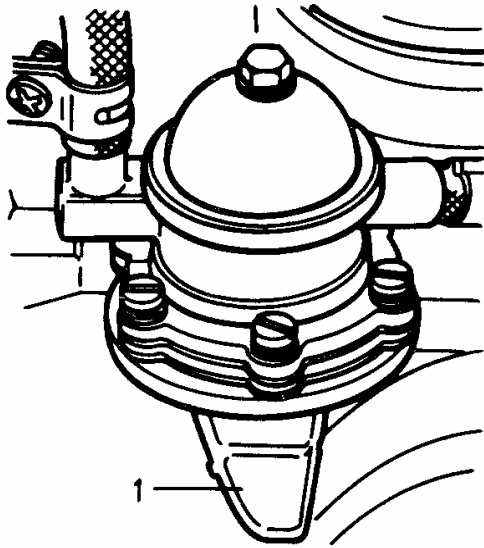

Fig. 19. Bomba de gasolina: 1 - palanca del cebador manual
- Bombee gasolina a la cuba del carburador, para lo cual presione unas cuantas veces la palanca 1 (Fig. 19) del cebador manual. Esta operación se recomienda realizarla después de una parada prolongada del automóvil.